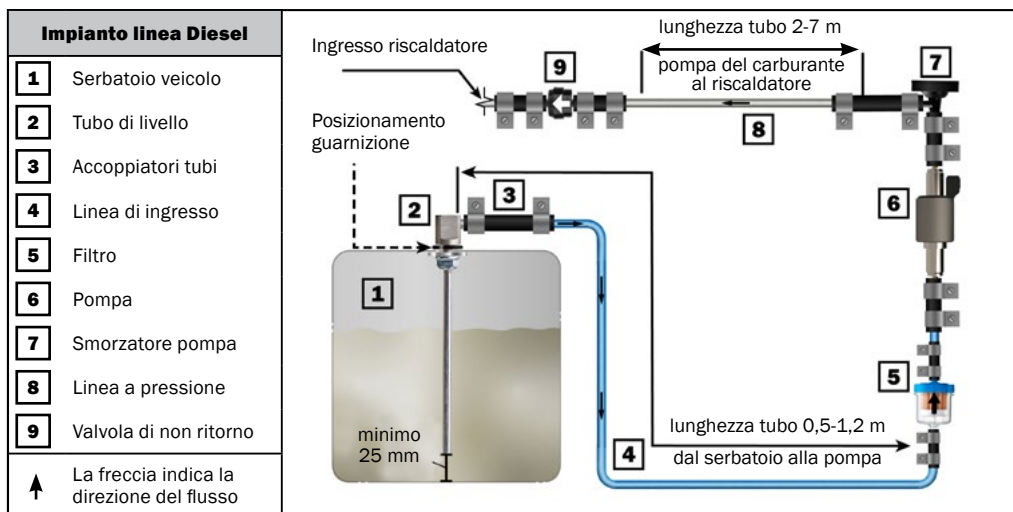

Figura 18
- La linea del carburante non deve essere discendente dalla pompa del carburante al bruciatore - vedere Figura 18.